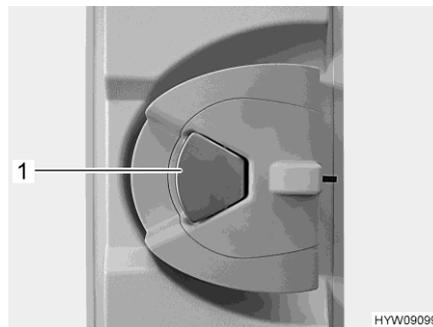

Bild 35 Tüschloss (Wohnraamtür innen)
- Wenn das Tüschloss verriegelt ist: Am Türgriff (Bild 35,1) einmal ziehen. Die Tür ist entriegelt.
- Am Türgriff (Bild 35,1) ziehen. Die Tür ist geöffnet.
- Den Türgriff (Bild 35,1) drücken.